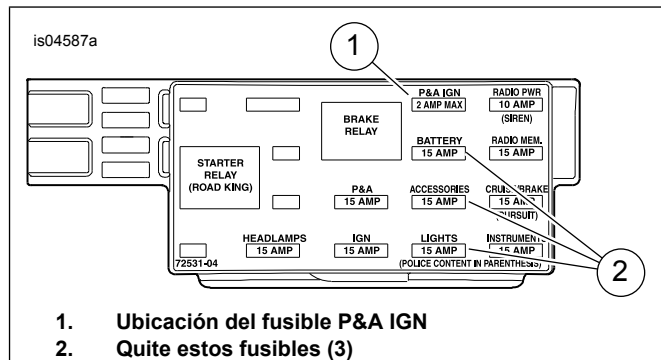

Figura 14. Cavidad del fusible P&A IGN (modelos Touring de 2004 a 2007)
3. **TODOS los modelos:** Vea Figura 14. Localice la cavidad del fusible marcada como «P&A IGN», «2 A MAX» (1). Debe haber una barra colectora alimentando un lado de este circuito pero no habrá un cable ni un fusible de acoplamiento. Quite los tres fusibles (2) instalados actualmente en esta fila, tomando nota de su ubicación.